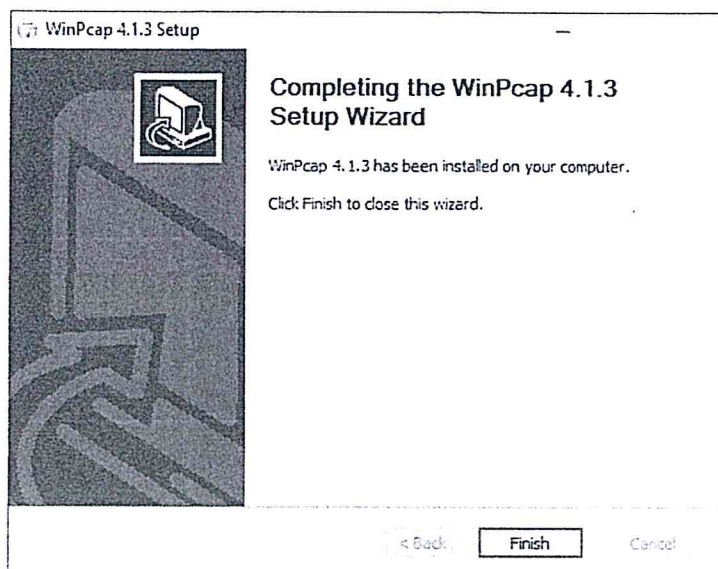

Рисунок 29 – Окно завершения установки
– для завершения установки дополнительных компонентов в появившемся окне (рисунок 29) необходимо нажать кнопку «Finish»;